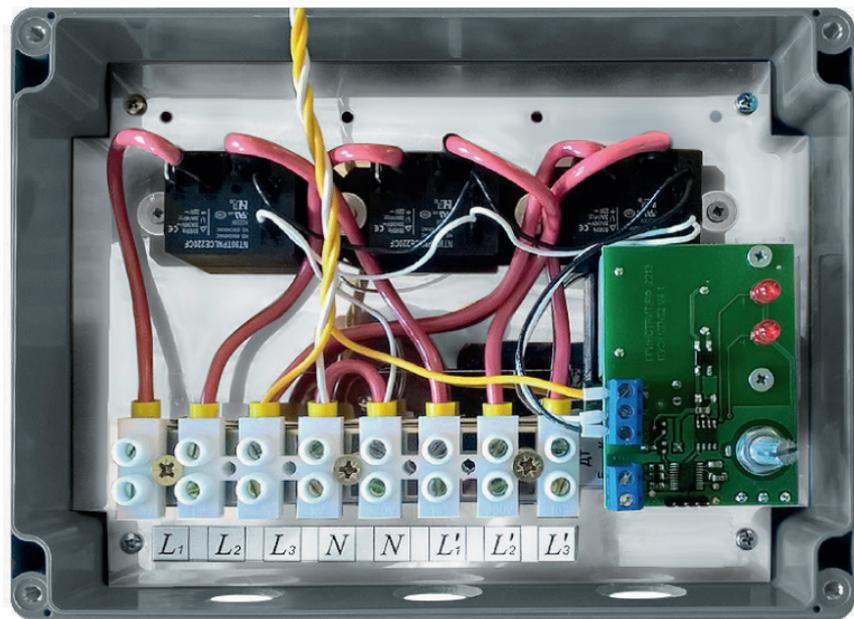

Рис.2
2.1.2.5 В соответствии со схемой 1 и рис. 2 подключить к входным клеммам ПУ кабель от автоматического выключателя внешней сети (от УЗО или ВА), а к выходным кабель к ЭН. К клеммам L1,L2,L3,N подключается силовой кабель от УЗО или ВА. К клеммам L'1,L'2,L'3,N подключается силовой кабель от ЭН.